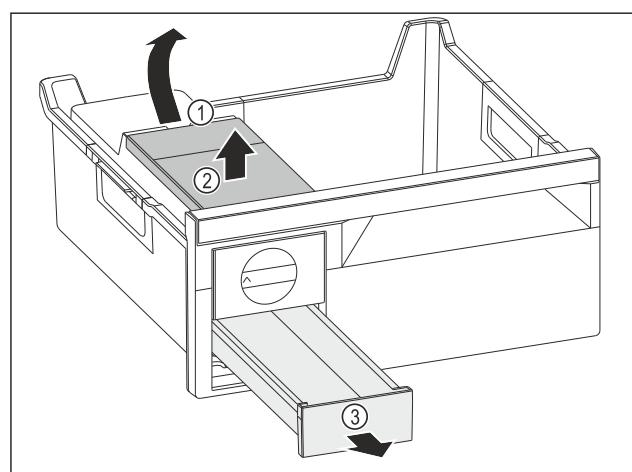

Fig. 116
- Vyjmouti nádržku na vodu: Zvedněte nádržku na vodu za vybrání Fig. 116 (1).
- Nádržku na vodu Fig. 116 (2) vyjměte nahoru.
- Zásuvku na kostky ledu Fig. 116 (3) vyjměte dopředu.